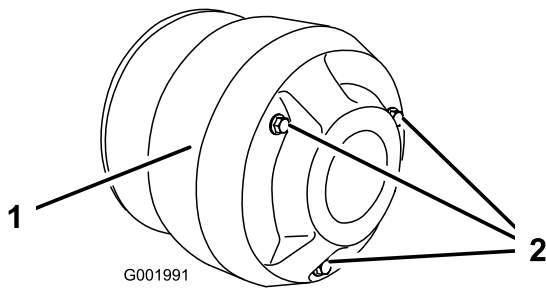

Figure 54
4. Retirez les trois boulons de fixation du couvercle de l'embrayage et déposez le couvercle (Figure 54).